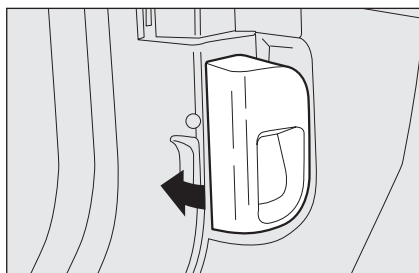

рис. 105
- ☐ Потяните рычаг **рис. 105** по направлению стрелки;